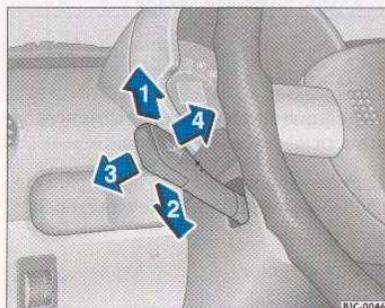

Fig. 23 Palanca de intermitentes y de luz de carretera
- Desplace la palanca hacia arriba hasta el tope => fig. 23 ① para encender el intermitente derecho, o hacia abajo ② para encender el intermitente izquierdo.
- Mueva la palanca hacia arriba ① o hacia abajo ② sólo hasta el punto en que ofrezca resistencia y manténgala en esa posición. El testigo de control correspondiente también parpadea. Los intermitentes se apagan automáticamente después de pasar una curva.
- Desplace la palanca hacia delante => página 40, fig. 23 ③ para encender la luz de carretera.
- Tire de la palanca hacia el volante => página 40, fig. 23 ④ para accionar las ráfagas de luz.
- Desplace la palanca de los intermitentes hacia arriba => página 40, fig. 23 ① o hacia abajo ② para encender la luz derecha o la luz izquierda de estacionamiento.